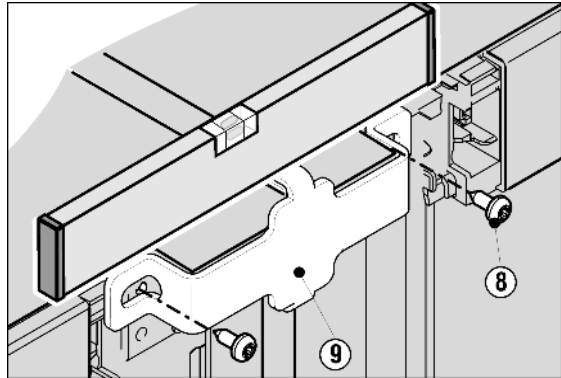

Fig. 5
- ▶ Сведите устройства вместе или повторно выровняйте их и в это время с передней стороны, сверху прикрутите винтами Fig. 5 (8) большой крепежный уголок Fig. 5 (9). При необходимости проделайте отверстия или используйте аккумуляторную отвертку.